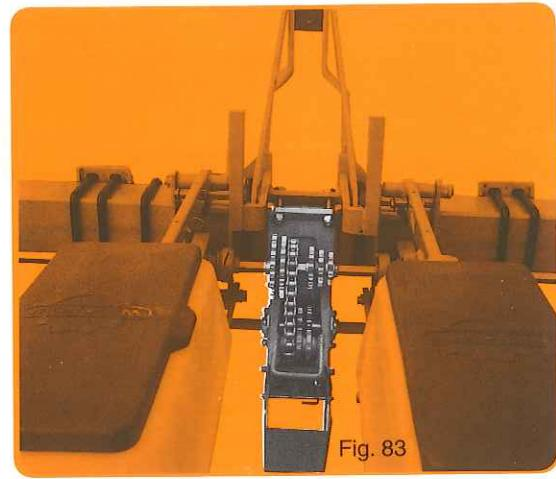

Fig. 83
- Montage pour semoir de 35-40 cm d'inter-rangs (fig. 83) en supprimant les 2 paliers (4).
Montage für Sämaschinen mit Reihenabstand von 35-40 cm (Abb. 83). Bei dieser Stellung sind beide Lager (4) zu entfernen.
- Assembly for planters with 35-40 cm (14-15") inter-row spacing (fig. 83) : remove the 2 bearings (4).
- montage voor zaaimachine voor 35-40 cm rijafstand (fig. 83). Verwijder de twee lagers (4).